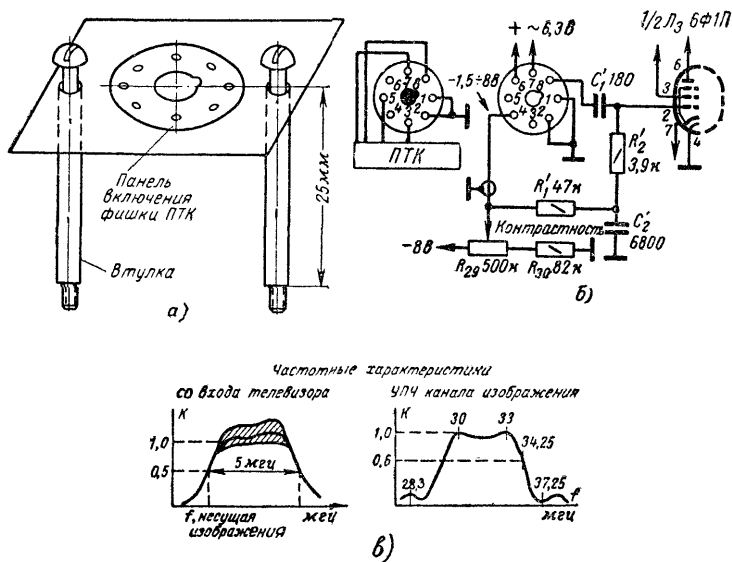

Рис. 47. Изменения в принципиальной схеме и конструкции телевизора «Заря» при установке высокочастотного блока ПТК.
Для установки блока ПТК необходимо снять блок ПТП, предварительно отпаяв концы подведенных к нему проводов. Для подключения фишки блока ПТК необходимо изготовить панель с отверстием для крепления октябрьной восьмиштырьковой ламповой панели (рис. 47, а). Панель устанавливается при помощи болтов и втулок. Затем производится распайка ламелей панели включения блока ПТК (рис. 47, б). Вторая ламель соединяется с шасси; четвертая — со средним выводом потенциометра R_{29} (регулятор контрастности) и резистором R'_1 (47 ком); шестая — с плюсом анодного напряжения (по прежней схеме); седьмая — с накальным выводом силового трансформатора (8); восьмая ламель через конденсатор C'_1 (180 пф) соединяется со второй ламелью панели радиолампы L_3 (6Ф1П). Резистор R_1 заменяется на резистор R'_2 (3,9 ком). В точку
соединения резисторов R'_1 и R'_2 подпаивается конденсатор C'_2 (6800 пф), другой его вывод заземляется. Далее необходимо обозначить номера каналов на шкале в соответствии с положением ручки переключения каналов блока ПТК. На рис. 47, в показаны частотные характеристики телевизора.